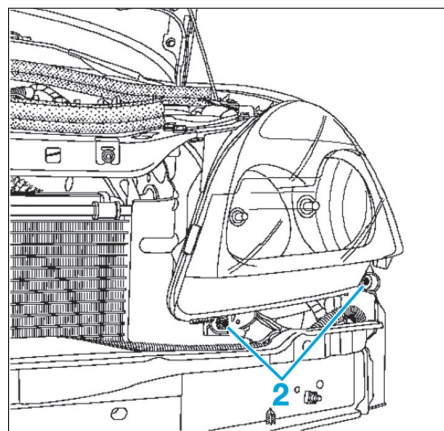
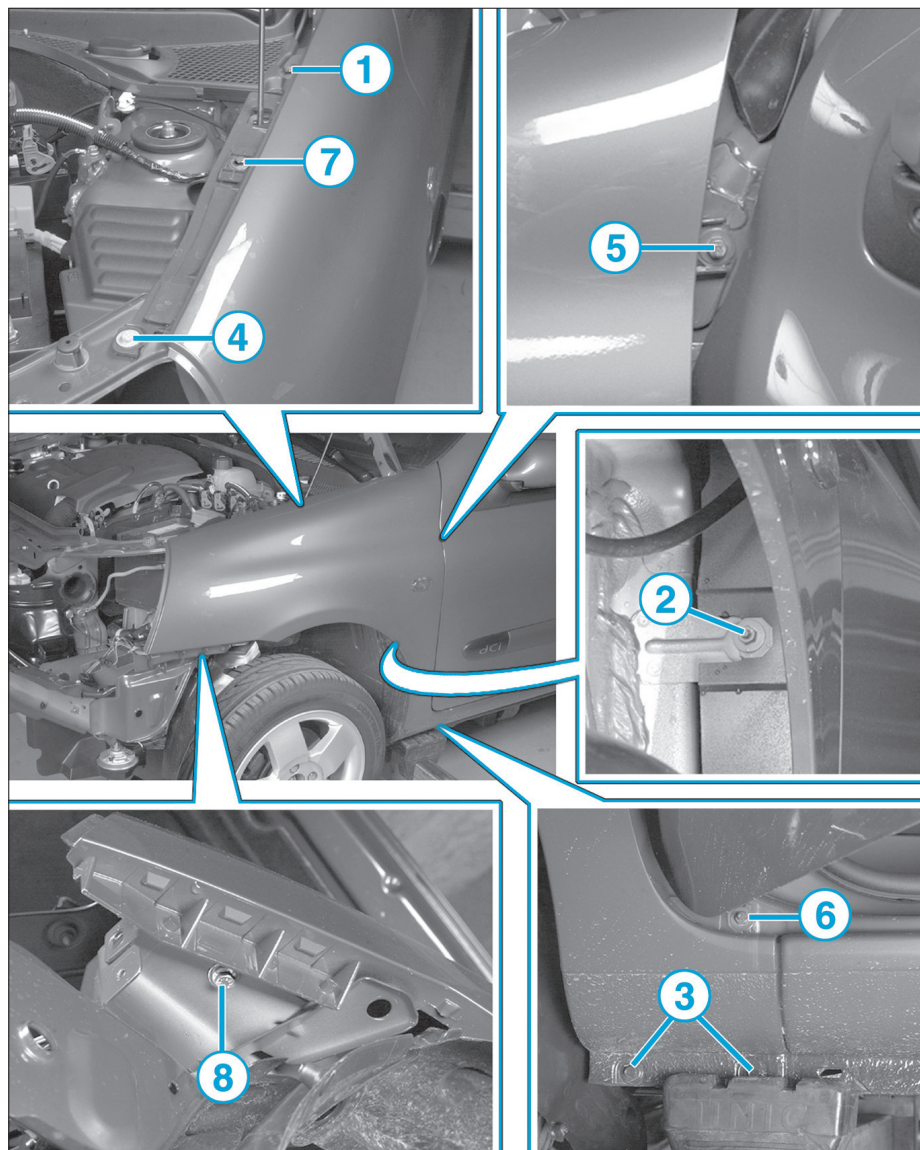

Fig. 8
Fig. 11
- vis (1), écrou (2), vis (3), écrou (4) position capot et porte fermés (Fig.11),
- écrou (5), écrou (6) position porte ouverte,
- vis (7) position capot ouvert.
- la vis (2) de fixation inférieure de l'optique (Fig.8),